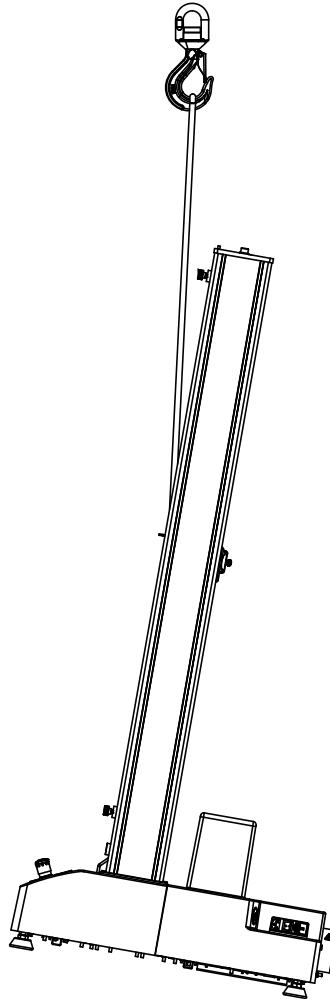

Figura 12. Como levantar a estrutura de carga com um guindaste
1. Conecte a correia de elevação na travessa e prenda-a no gancho do guindaste de maneira que a correia se estenda verticalmente a partir da DIANTEIRA da travessa como mostrado no Figura 12 na página 63. Se você usar correntes em vez de uma correia de elevação, enrole material de proteção ao redor da travessa para protegê-la contra riscos e danos.